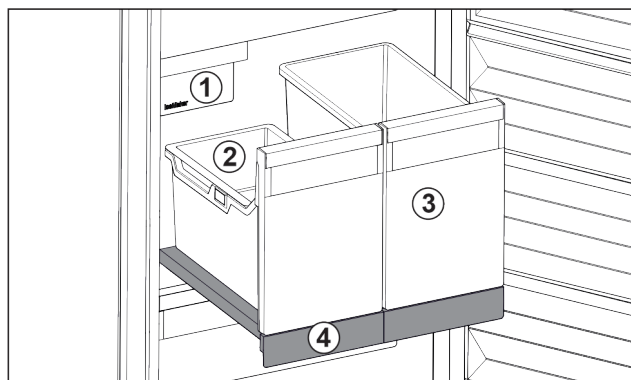

Fig. 99 Wysuwana półka z IceTower
- (1) IceMaker
- (2) Półka zawieszana na kostki lodu
- (3) Pojemnik, np. na pizzę, napoje alkoholowe
- (4) Wysuwana półka
Na wysuwanej półce znajdują się dwa wysokie pojemniki (IceTower). W pojemniku Fig. 99 (2) zbierane i przechowywane są kostki lodu z IceMaker. Pojemnik Fig. 99 (3) nadaje się do przechowywania wysokich artykułów spożywczych, takich jak pizza i napoje alkoholowe.